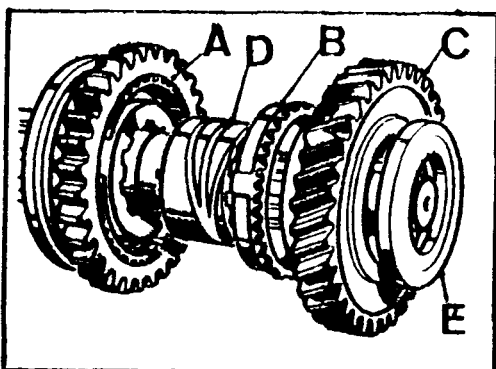

Fig. C-104 Extremo trasero del eje principal
- 3.3.1. Montar en el eje, el sincronizador de primera y segunda, A (Fig. C-104) con la canal de alojamiento de la horquilla hacia el engranaje de segunda y el cono, B.
3.3.2. Montar el engranaje de primera, C (Fig. C-104), y el casquillo de -- bronce, D, el cual debe quedar situado con la canal circular de engrase hacia la parte trasera del eje; es decir, de manera que coincida -- con los dos orificios de engrase que el engranaje de primera lleva en el interior.
3.3.3. Situar la arandela de empuje, E (Fig. C-104) con las ranuras de engrase hacia el engranaje de primera velocidad.